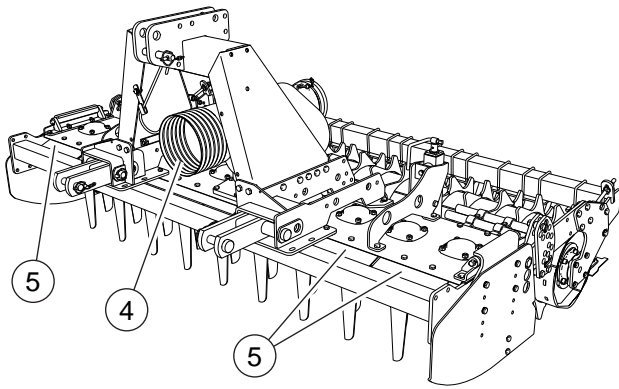

FIG. 22
- Schutzvorrichtung der Zapfwelle der Traktorseite (4, "Fig. 22").
- Schutzblech zum Werkzeugbereich hin (5, "Fig. 22").